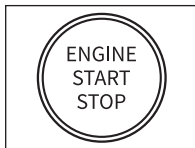

Figura 3.1.5
- Se il veicolo è dotato di un sistema di avviamento senza chiave e l'interruttore di accensione è un pulsante "start-stop" (Vedi Figura 3.1.5), premere il pulsante di accensione fino a quando l'auto è in modalità "ON". Non premere il freno mentre si preme il pulsante di accensione, altrimenti si avvia la vettura invece di metterla in posizione "ON".